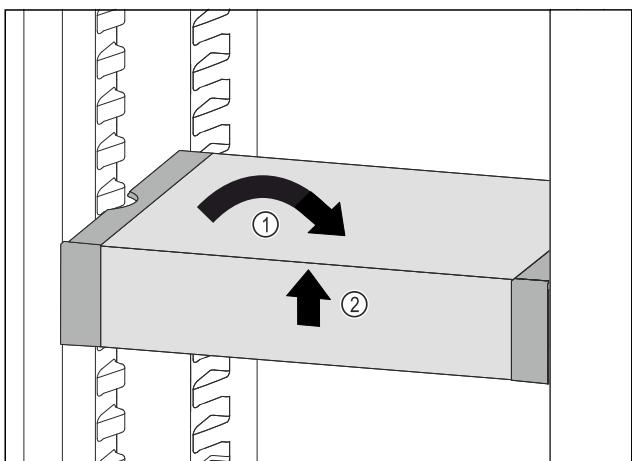

Fig. 84
- ▶ Изправете VarioSafe. Fig. 84 (1)
- ▶ Повдигнете VarioSafe отпред. Fig. 84 (2)